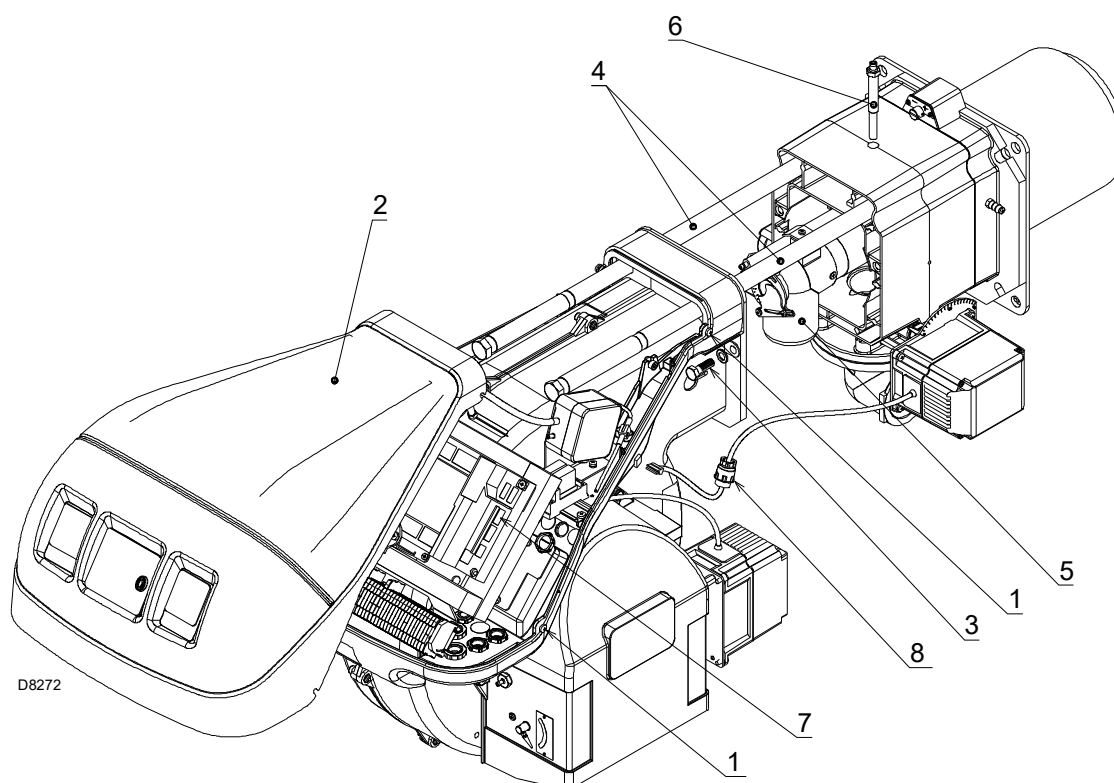

Fig. 37
- Aliviar os 4 parafusos 1)(Fig. 37) e retirar a tampa 2).
- Ligar o conector macho do servomotor 7)(Fig. 37) e apertar o passa-cabo 8).